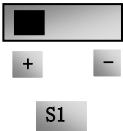
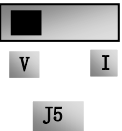

图 5-12
图 5-13
- (7) E2000-C 控制板端子附近有一拨动开关 S1，如图 5-12，S1 选择 AI1 通道的电压输入范围，拨到“+”端，AI1 的输入范围是 0~10V，拨到“-”端，AI1 的输入范围是-10~10V，具体拨码开关的对应位置，其他拨码开关的位置方式详见下表 5-2。
- (8) 闭合 D13 开关，电机开始正向运转；
- (9) 在运行中，可调节设定电位器，修改变频器当前设定频率；
- (10) 在运行中，断开 D13 开关，再闭合 D14 开关，电机运行方向改变；
- (11) 断开 D13 开关和 D14 开关，电机减速，直到停止运行；
- (12) 断开空气开关，变频器断电。
- (13) E2000-C 有两路模拟量输出端子 A01、A02，A02 端子只可以输出电流信号；A01 端子既可以输出电压信号也可以输出电流信号，电压电流输出选择开关是 J5，见图 5-13，A01 输出关系如表 5-4。